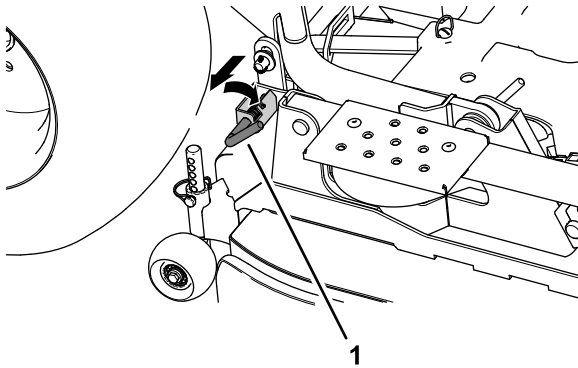

Figura 113
3. Înainte de a coborî puntea, tragei i rotii bolurile de articulaie din spate din ambele părți ale punii mainii de tuns iarba (Figura 113).
13. Rotii bolurile de articulație spate pentru a cupla articulațiile de ridicare spate ale punii mainii de tuns iarba; consultați Figura 113 din Demontarea punii mainii de tuns iarba \(Pagină 76\).